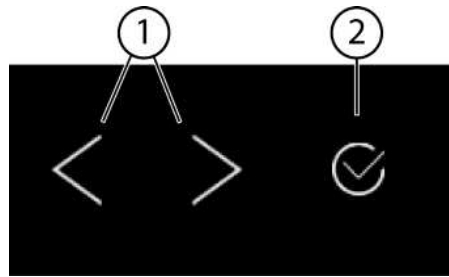
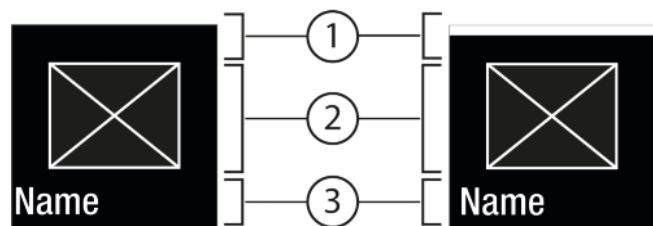
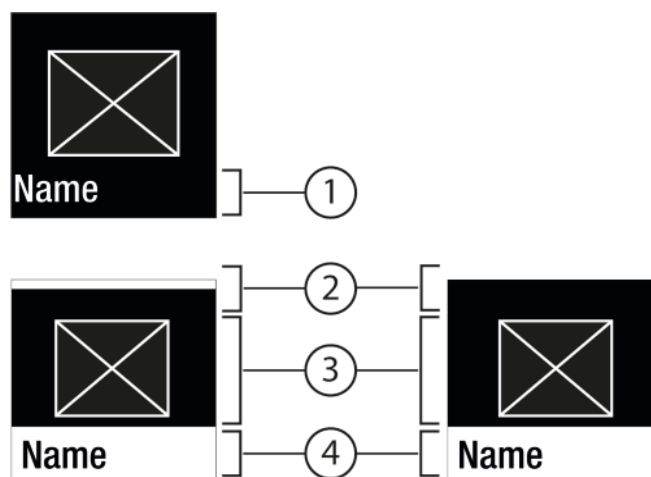

Fig. 5
Fig. 6
Fig. 7
- (1) Навигационная стрелка влево / вправо
(2) Подтвердить
#### Навигационная стрелка влево / вправо Fig. 5 (1):
#### Подтвердить Fig. 5 (2):
- Навигация при помощи навигационной стрелки влево / вправо Fig. 5 (1).
- С помощью Подтвердить Fig. 5 (2) активировать Fig. 6 (1) / деактивировать Fig. 6 (1) функцию / настройку.
- С помощью Подтвердить Fig. 5 (2) вызвать Подменю Fig. 7 (4).
- Установка нового значения: С помощью Подтвердить Fig. 5 (2) выбрать деактивированное значение Fig. 6 (1).
- Назад в меню: С помощью Подтвердить Fig. 5 (2) выбрать уже активированное значение Fig. 6 (2).
- ▶ Навигационные стрелки Fig. 5 (1) нажимайте до тех пор, пока не появится индикация функции .
- ▶ Нажмите на Подтвердить Fig. 5 (2).
- ▶ Навигационные стрелки Fig. 5 (1) нажимайте до тех пор, пока не появится индикация функции.
- ▶ С помощью навигационных стрелок Fig. 5 (1) выберите значение настройки.
- ▷ Состояние: активировано Fig. 6 (1) появляется ненадолго в Подменю Fig. 7 (4).
- ▶ Нажимайте навигационные стрелки *Fig. 5 (1)* до тех пор, пока не появится индикация настроек .
- ▶ Нажмите на Подтвердить *Fig. 5 (2)*.
- ▶ Нажимайте навигационные стрелки *Fig. 5 (1)* до тех пор, пока не появится индикация требуемой настройки.
- ▶ Нажмите и удерживайте в течение 3 секунд Подтвердить *Fig. 5 (2)*.